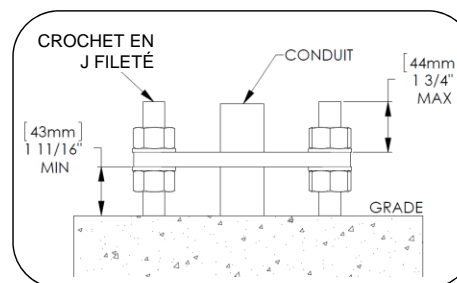

Fig. 3 – Détail de l'installation des ancrages, pôle de 5 po ou 6 po
2. Installer les crochets d'ancrage, les écrous hexagonaux, les rondelles et le gabarit de bois tel qu'illustré sur les Fig. 3 et 4. Mettre le gabarit à niveau dans toutes les directions.